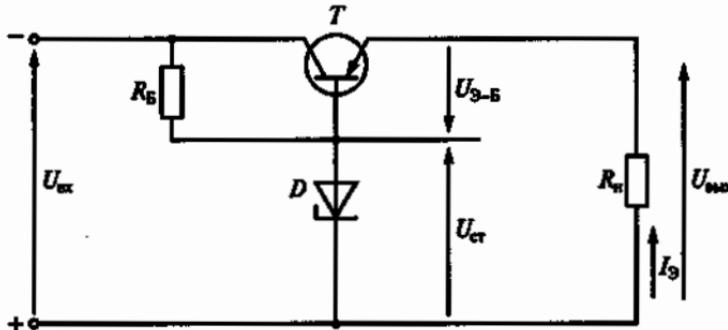

Рис. 201
8.14. Как изменится напряжение U_{3-5} в схеме электронного стабилизатора напряжения на рис. 201 при уменьшении сопротивления нагрузки R_h ?